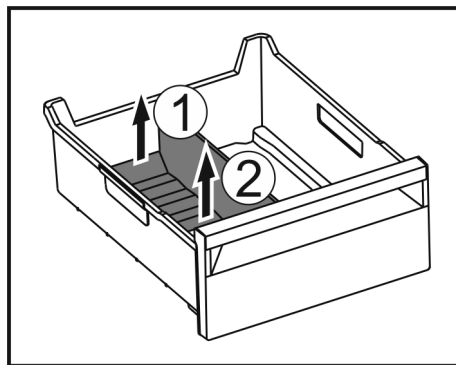

Fig. 145
- ▶ Підняти задню частину перегородки відділення для льоду. Fig. 145 (1)
- ▶ Вилучити перегородку рухом вгору. Fig. 145 (2)